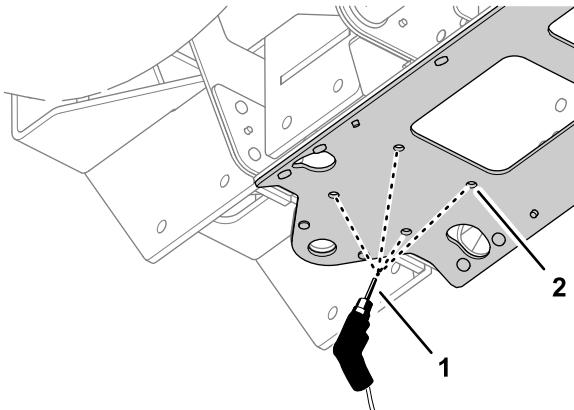

Рисунок 51
7. Просверлите 4 отверстия диаметром 10 мм в средней пластине швейлера в точках, накерненных при выполнении пункта 6. как показано на Рисунок 51.